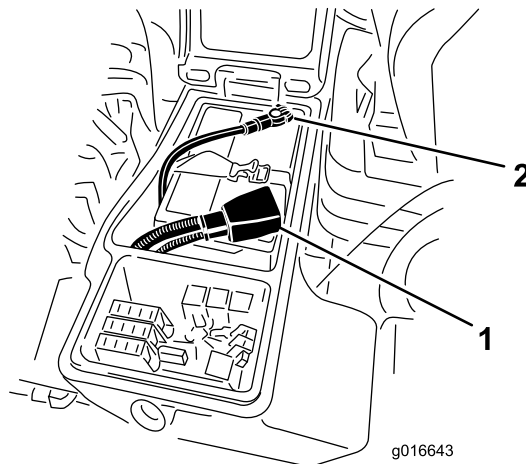

Figura 97
6. Collegate il cavo positivo (rosso) al terminale positivo (+) e il cavo negativo (nero) al terminale negativo (-) della batteria (Figura 97).